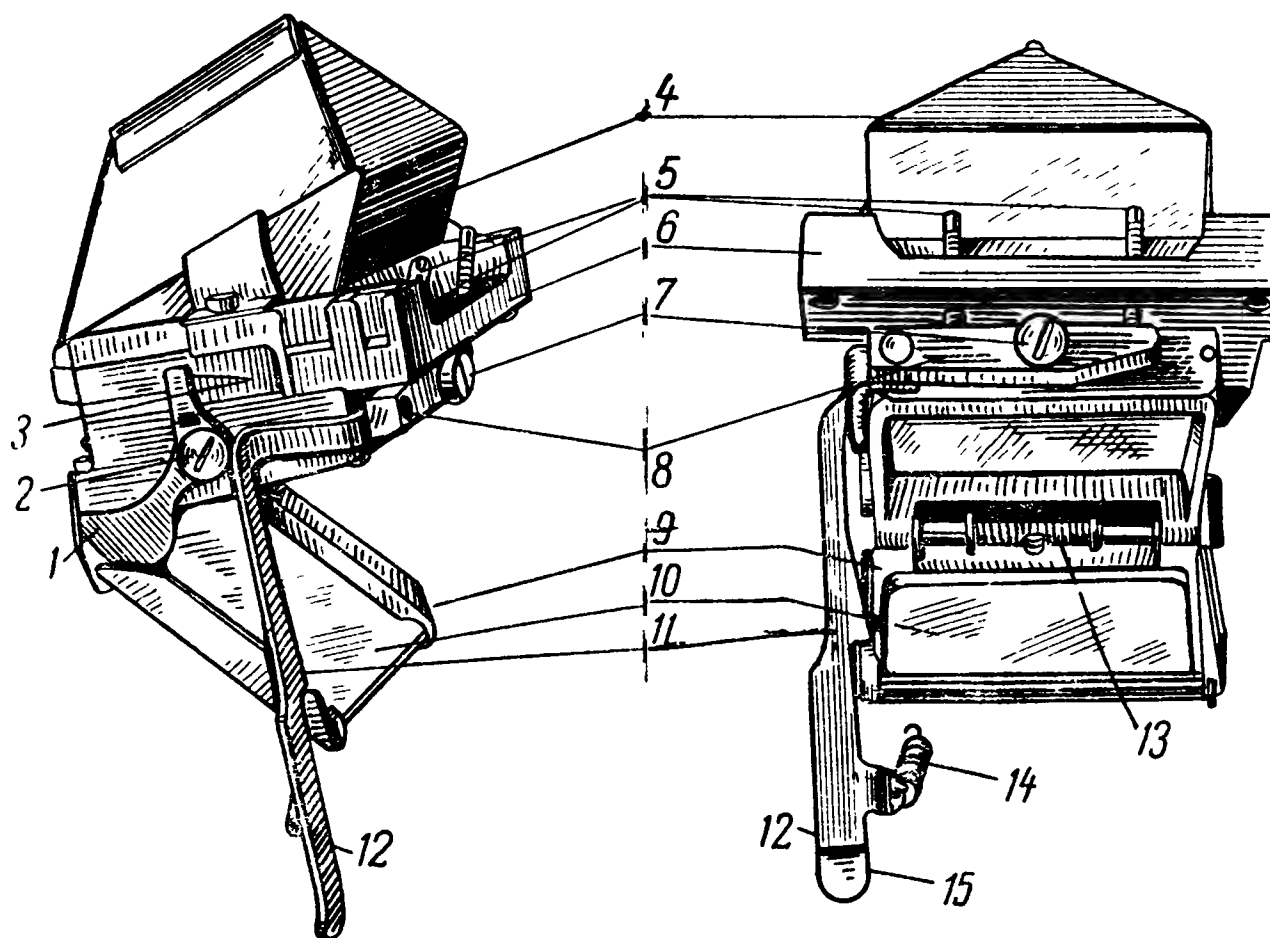
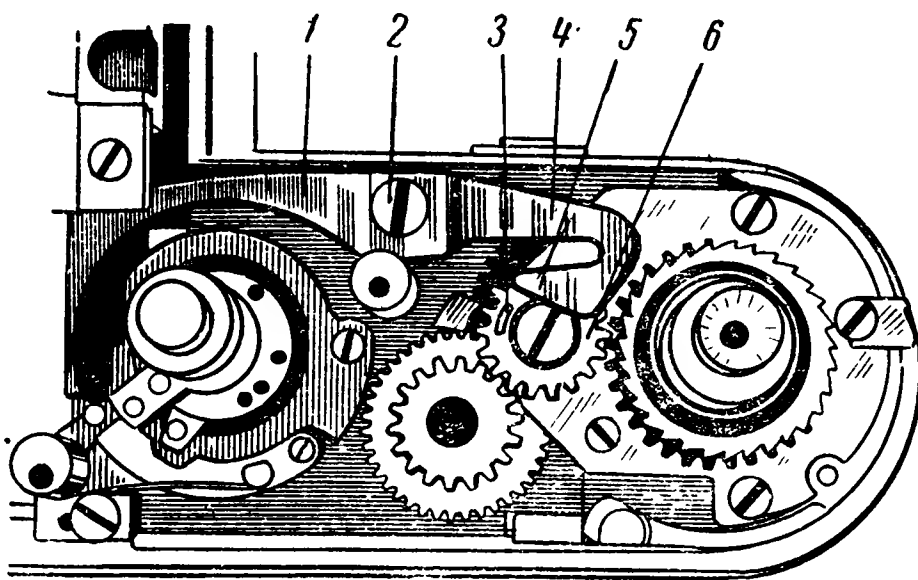

Рис. 29. Зеркальный видоискатель:
Рис. 30. Приводное устройство механизма опускания зеркала:
Конструкция фотоаппарата «Кристалл» позволяет снимать и устанавливать на место зеркальный видоискатель, не нарушая при этом его регулировки. Чтобы снять зеркальный видоискатель, достаточно отвинтить винты 5 и 7 и снять плату синхроустройства. Затем отвинтить винты 1, 3 и 8 и со стороны объектива отсоединить пружину от блокирующего рычага. На рис. 29 показан зеркальный видоискатель, извлеченный из корпуса. По внешнему виду он мало отличается от зеркального видоискателя фотоаппарата «Зенит». Разница заключается в том, что его можно извлечь из корпуса фотоаппарата в собранном виде, не нарушая регулировки. Угол, под которым фиксируется зеркало, зависит от установки рычага 12. Если возникает необходимость изменить величину угла фиксации зеркала, то вращают регулировочные винты 5 (отпуская один и закручивая другой). От этого планка 8 поворачивается вокруг оси-винта и поднимает или опускает рычаг 12, на уступе 11 которого удерживается рамка 9 с зеркалом 10. Более подробно о регулировке угла зеркала сказано в разделе «Юстировка зеркального видоискателя» фотоаппарата «Зенит» (стр. 53).
В фотоаппарате «Кристалл» очень надежный и простой по устройству механизм опускания зеркала. Он состоит из качающегося рычага 1 (см. рис. 29), который винтом 2 закреплен на основании пентапризмы 6. Если действовать на рычаг 1 в направлении рабочего хода 3, то рычаг 1 повернется вокруг винта-оси 2 и опустит зеркало. Рычаг 1 приводится в действие устройством, показанным на рис. 30.
при каждом заводе затвора делать ровно один оборот. Благодаря этому выступ 3 на шестерне 6 каждый раз, сделав оборот вокруг своей оси, останавливается в одном и том же положении. При полном повороте шестерни 6 ее выступ 3 отводит в сторону конец 5 рычага 4, а его противоположный конец 1 действует на рычаг, который опускает зеркало в направлении рабочего хода 3 (см. рис. 29). Во время завода затвора выступ 3 шестерни 6 (см. рис. 30) вначале своего движения отводит рычаг 4 настолько, что зеркало опускается ниже уступа 11 (см. рис. 29). При дальнейшем заводе выступ шестерни освобождает рычаг привода зеркала, и зеркало начинает возвращаться в исходное положение. Поднимающееся зеркало задерживается уступом 11 рычага 12 в рабочем положении под углом 45° к объективу. При нажатии спусковой кнопки затвора система рычагов спускового механизма отводит рычаг 12 в направлении рабочего хода 15 и уступ 11 освобождает зеркало, которое под действием пружины 13 закрывается.
1. *Отвинтился винт 2 (см. рис. 29) и рычаг 1 вышел из зацепления с приводным устройством.* Чтобы устранить неисправность, нужно завинтить до упора винт 2. Если после этого рычаг 1 зажмется винтом 2 и не будет легко перемещаться, то нужно отвинтить этот винт, снять рычаг 1 и спилить его напильником в месте крепления, а потом вновь установить на место.
3. *Конец 1 рычага 4 (см. рис. 30) не захватывает рычаг 1 (см. рис. 29).* Чтобы улучшить зацепление между этими рычагами, нужно попробовать сдвинуть основание пентапризмы в направлении к приводному устройству. Для этого отвинчивают три винта, которыми закреплено приводное устройство, и сдвигают его до упора вправо к приводному устройству. Удерживая основание пентапризмы в новом положении, плотно затягивают три винта. Если перемещение основания пентапризмы к желаемым результатам не приведет, то нужно оттянуть конец 1 (см. рис. 30) рычага 4. Для этого конец 1 сначала нужно отпустить, затем оттянуть его и после этого вновь закалить, так как приводной рычаг действует с большой нагрузкой.
Зеркало не доходит до уступа 11 (см. рис. 29) и после завода затвора возвращается в исходное положение. В одном случае неисправность может быть вызвана тем, что отвинтился винт 2 (см. рис. 30). Если винт 2 затянуть до отказа, то в большинстве случаев рычаг 4 оказывается зажатым и теряет подвижность. Чтобы это предотвратить, нужно на камне сошлифовать плоскость рычага 4, чтобы он стал тоньше и не зажимался винтом 2. Эта же неисправность может быть вызвана тем, что рычаг 4 недостаточно закален и его конец 5 отогнулся внутрь. В этом случае нужно сначала отпустить рычаг 4, затем отогнуть наружу его конец 5, а затем вновь закалить его.
Зеркало не опускается на угол 45° и не поднимается вверх. Чаще всего такая неисправность вызвана тем, что фигурный конец рычага 1 (см. рис. 29) соскочил с рамки зеркала и зеркало оказалось заклиненным. Так как рычаг 1 закаленный, то нужно изогнуть кромку рамки 9 так, чтобы она расположилась точно напротив рычага 1. Эта же неисправность может быть вызвана тем, что рычаг 1 недостаточно плотно зажат винтом 2 или имеется повышенный люфт между головкой винта 2 и рычагом 1, отчего последний соскакивает с кромки рамки зеркала. Нужно или затянуть до отказа винт 2, или убрать люфт в рычаге 1.